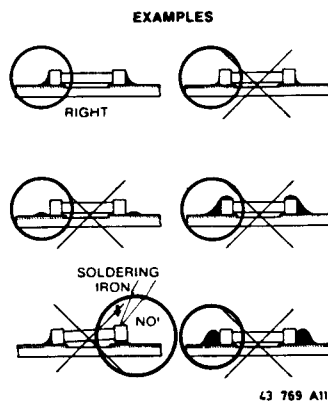

Bild 4
- Die Lötzinmenge muss der GröÖe der Lötfläche entsprechen. Bei einer zu grossen Menge kann das SMD reiÖen, oder die Lötflächen können von der Printplatte losgezogen werden (siehe Bild 4).